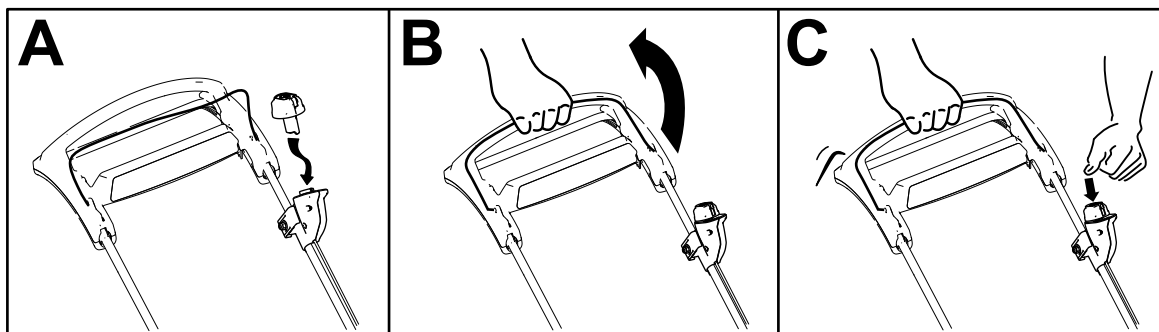

Figura 13
2. Inserite il pulsante di avviamento elettrico nell'interruttore dell'avviatore elettrico (A della Figura 13).
3. Premete la barra di comando della lama e tenetela ferma sulla stegola per 2 secondi (B della Figura 13).
4. Premete il pulsante di avviamento elettrico e tenetelo premuto fino a quando il motore non si avvia (C della Figura 13).